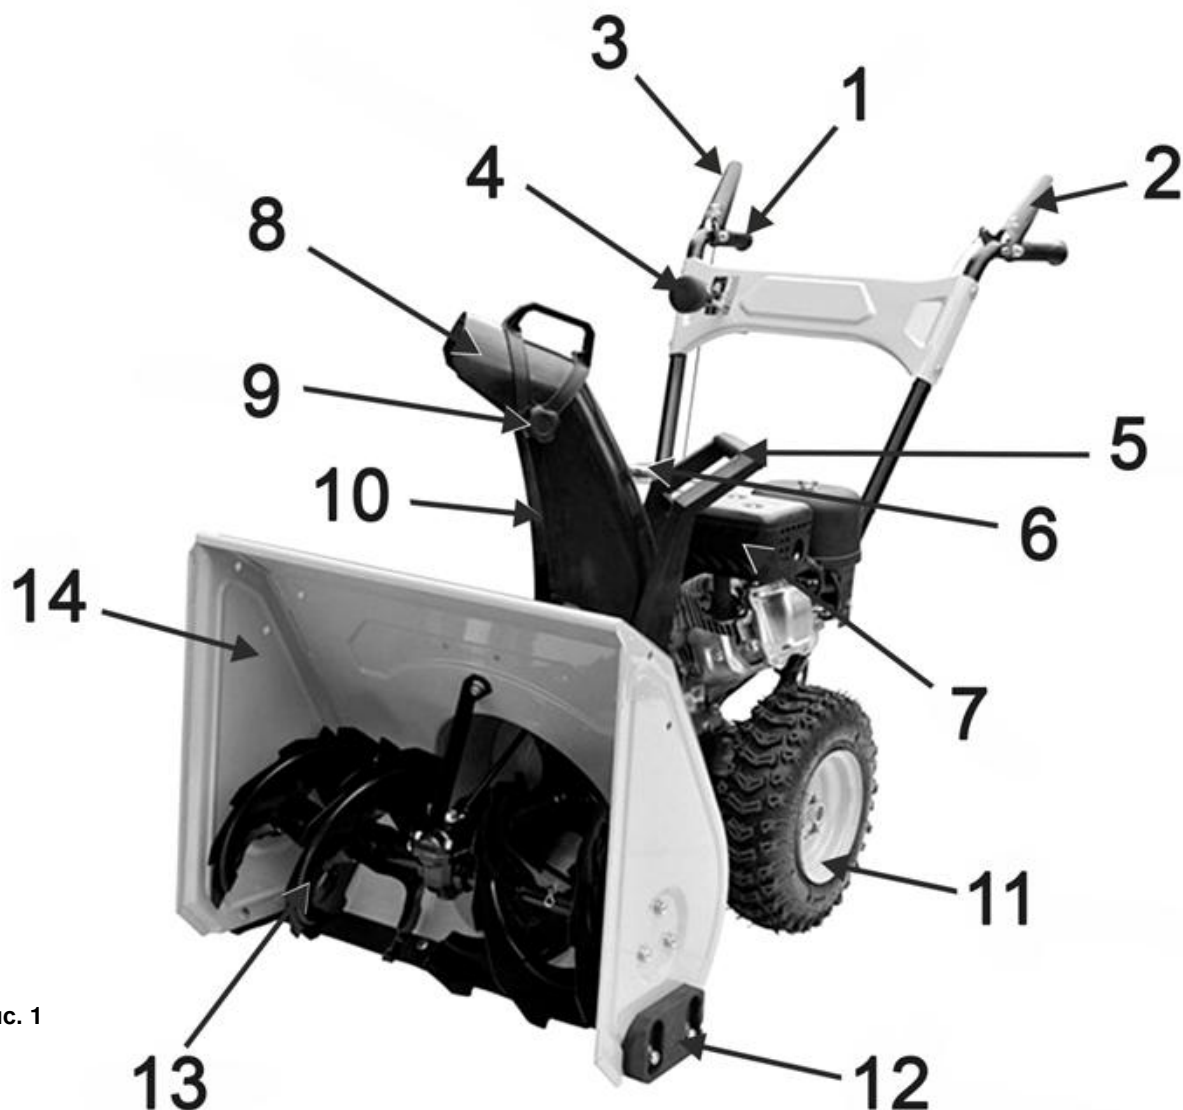
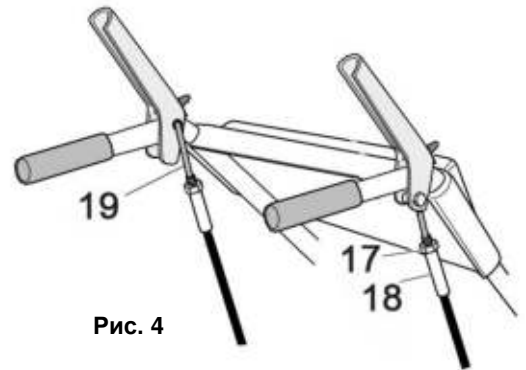

Рис. 1
Рис. 4
- Снегоуборщик вращением лопастей шнека (13)(См. Рис.1) убирает снежный покров с ровных площадей, и через снегоотвод (10) выбрасывает его в выбранную сторону.
- Шнек (13)(См. Рис.1) представляет собой винтовой механизм в виде стержня с наклонными лопастями, приводимый в действие двигателем. Шнек захватывает, и транспортирует снежную массу внутрь
- Выбор направления отвода снега устанавливается вручную поворотом рукоятки (5)(См. Рис.1)
- Снегозаборник (14)(См. Рис.1) служит для захвата снега и направления его потока в рабочую зону снегоуборщика (на шнек).
Рычаг привода колес (2)(См. Рис.1)
- При нажатии рычага привода колес (2), включается система привода, и снегоуборщик начинает движение.
- При отпуске рычага привода колес (2), привод отключается, и снегоуборщик прекращает движение.
Рычаг привода шнека (3)(См. Рис.1)
- При нажатии рычага привода шнека (3), включается система привода, и лопасти шнека (13)(См. Рис.1) начинают вращение.
Рычаг переключения скоростей (4)(См. Рис.1)
- Для изменения скорости и направления движения: остановите снегоуборщик и вращение шнека, переведите рычаг (4)(См. Рис.1) в соответствующее выбранному режиму движения положение.
- Установите желоб снегоотвода (10)(См. Рис.1) на выпускной канал импеллера.
- Установите в отверстие на рычаге управления (2; 3)(См. Рис.1) верхний Z-образный конец троса (19)(См. Рис.4).
- Закрутите на резьбу Z-образного хвостовика втулку троса (18). Закрутите гайку (17) к втулке (18)(См. Рис.4).
- Установите / замените ограничительные башмаки (12)(См. Рис.1; 7) с каждой стороны снегозаборника.
- Рычаги приводов колес и шнека (2) и (3) должны прижиматься к рукояткам руля управления (1)(См. Рис.1) без чрезмерных усилий.
- Проверьте работу рычагов привода колес (2) и шнека (3)(См. Рис.1).
- Рычаги (2) и (3) должны полностью прижиматься к рукоятке управления. Если этого не происходит, значит, тросики перетянуты, и их необходимо ослабить.